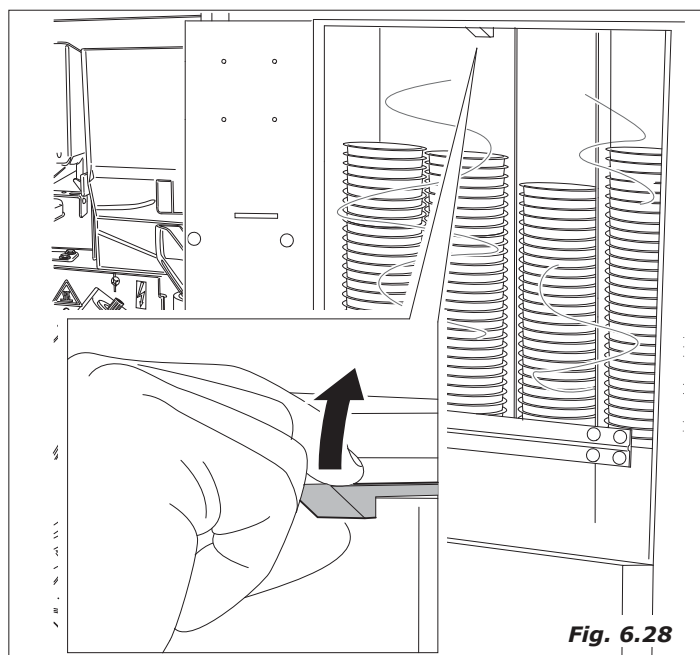

Fig. 6.28
- Ouvrir le portillon transparent comme indiqué sur le dessin (Fig. 6.28)